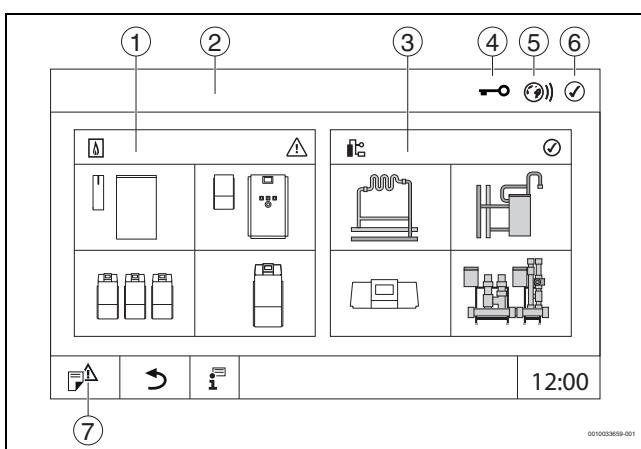

Рис. 10 Обзор системы (пример)
- Коснитесь установка (→ рис. 10, [3], стр. 13).